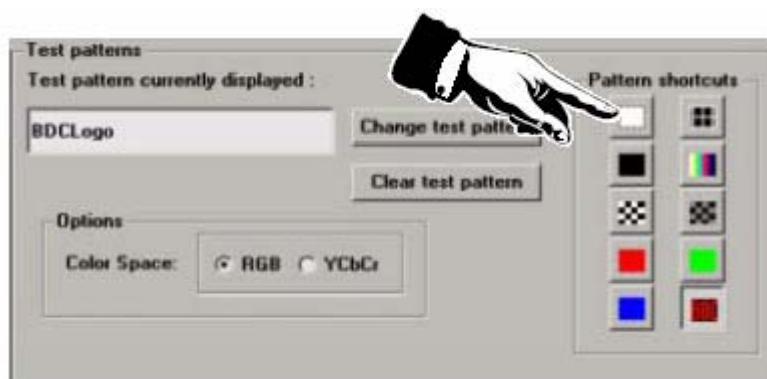

图 9-3 通过Communicator软件选择全屏白色测试图形
1. 通过Communicator软件选择全屏白色测试图形（参阅Communicator手册）。（图9-3）